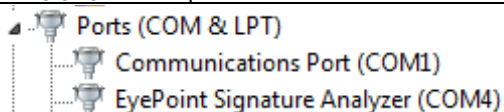

Рисунок 2. Отображение устройств после установки драйвера
7. После установки драйвера в разделе устройств "Порты (COM и LPT)" должно появиться устройство EyePoint Signature Analyser (рисунок 2), номер COM порта может отличаться.